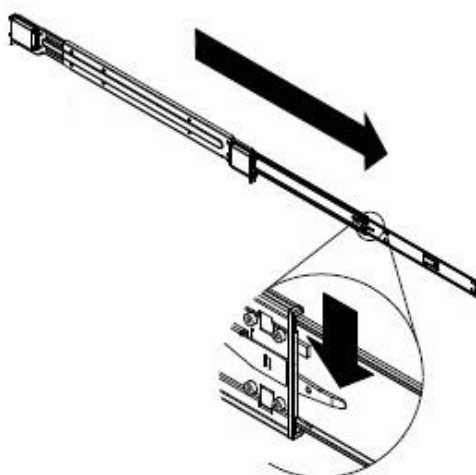

Рисунок 31 – Разделение направляющих на секции
- разделение направляющих на секции (см. Рисунок 31):